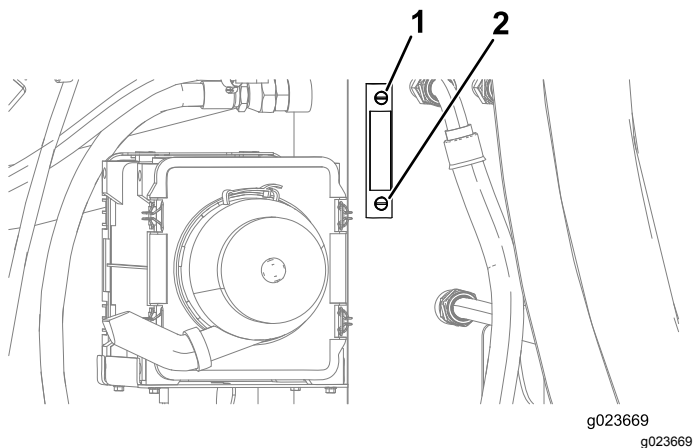
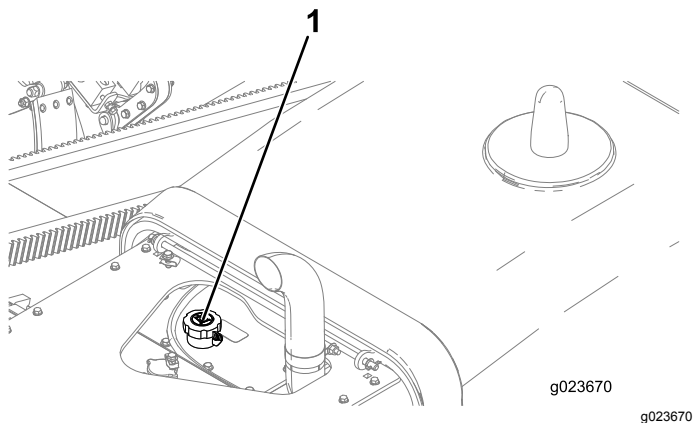

Рисунок 119
Рисунок 120
4. Посмотрите на визуальный указатель в баке гидравлической жидкости и проверьте ее уровень (Рисунок 119).
5. Если уровень низкий, откройте крышку гидравлического бака Рисунок 120, добавьте небольшое количество масла и подождите в течение 2 минут, пока уровень масла в визуальном указателе не стабилизируется (Рисунок 119).